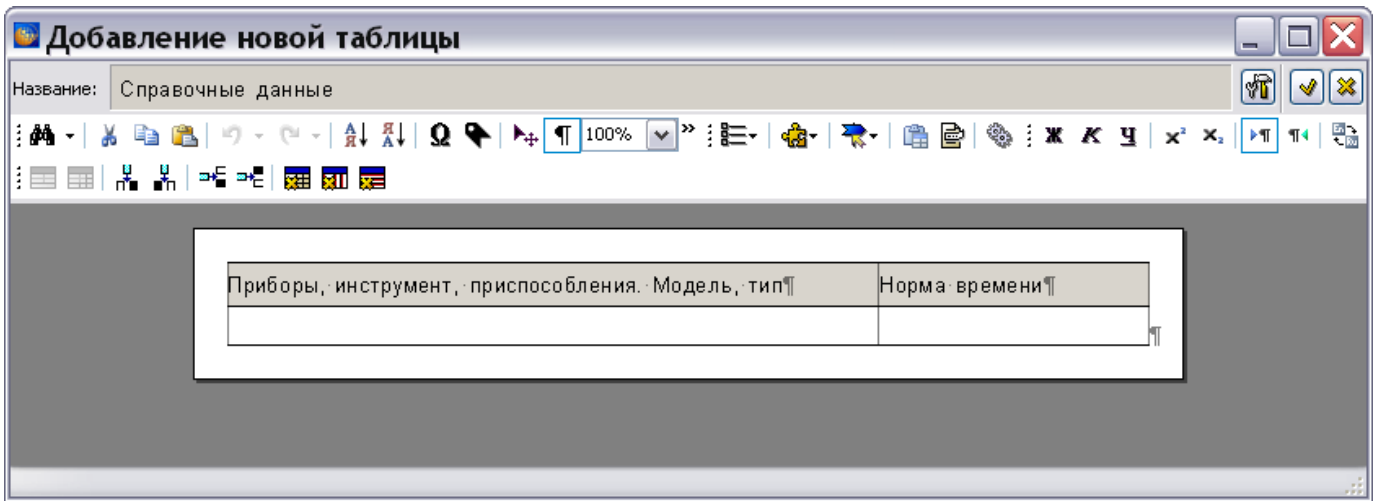

Рисунок 507
7) Закройте окно **Просмотр таблицы**. В диалоговом окне **Свойства таблицы** нажмите на кнопку **Применить**. При этом появится диалоговое окно **Добавление новой таблицы** (рисунок 507).